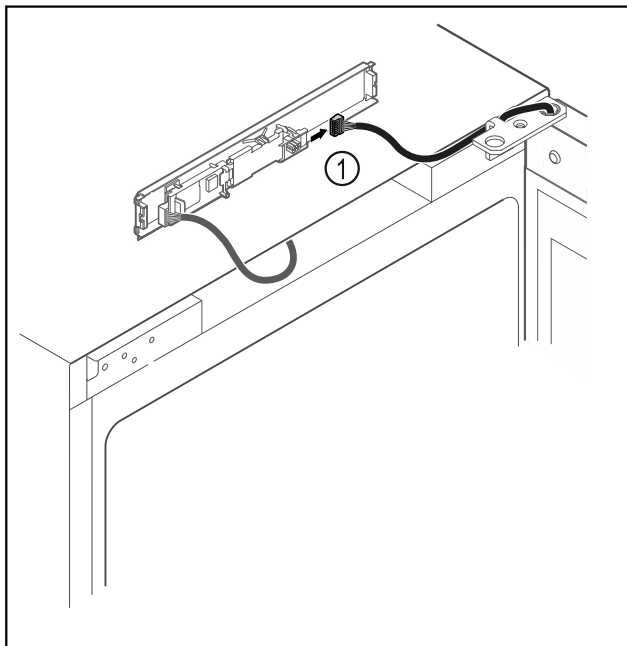

Fig. 12
- ▶ Αποσυνδέστε το φισ Fig. 12 (1) από την πλακέτα.